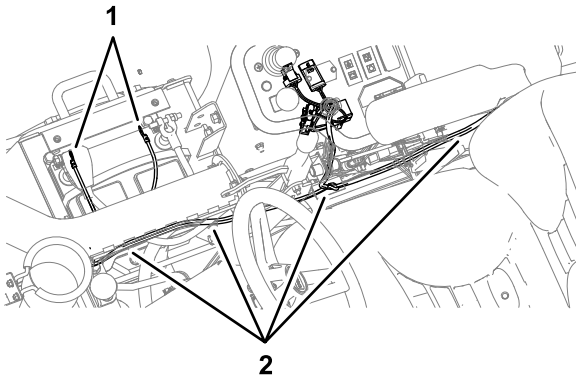

Figura 11
- Enrute el arnés de cables a lo largo de la parte inferior de la consola de control y hacia atrás, hasta la barra antivuelco (Figura 11).